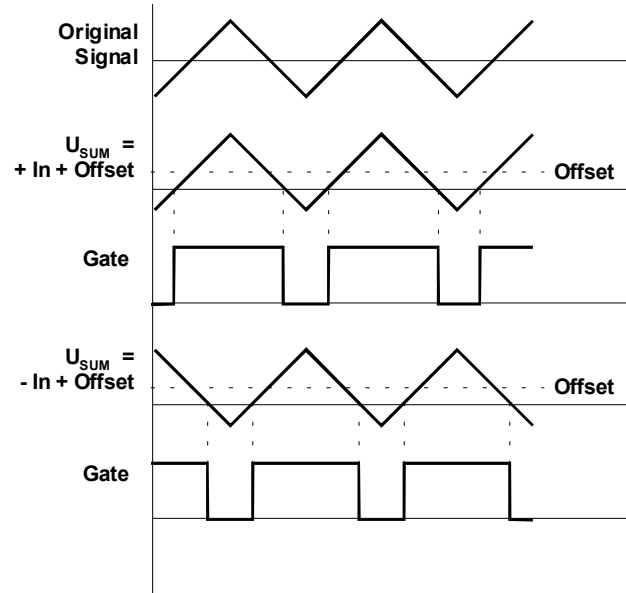

Abb. 2: A-167 als Offset-Generator
Falls Sie nur einen der Eingänge verwenden, funktioniert der A-167 wie ein **Offset-Generator**; die angegebene Spannung greifen Sie an der Buchse ④ ab (s. Abb. 2 und Kap. 6).